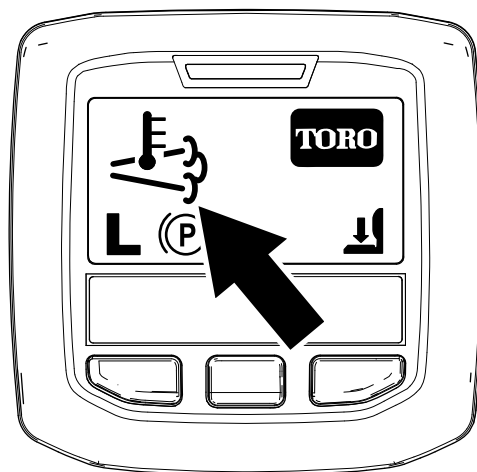

図 33
- インフォセンターには、 排気高温アイコンが表示されます 図 33。